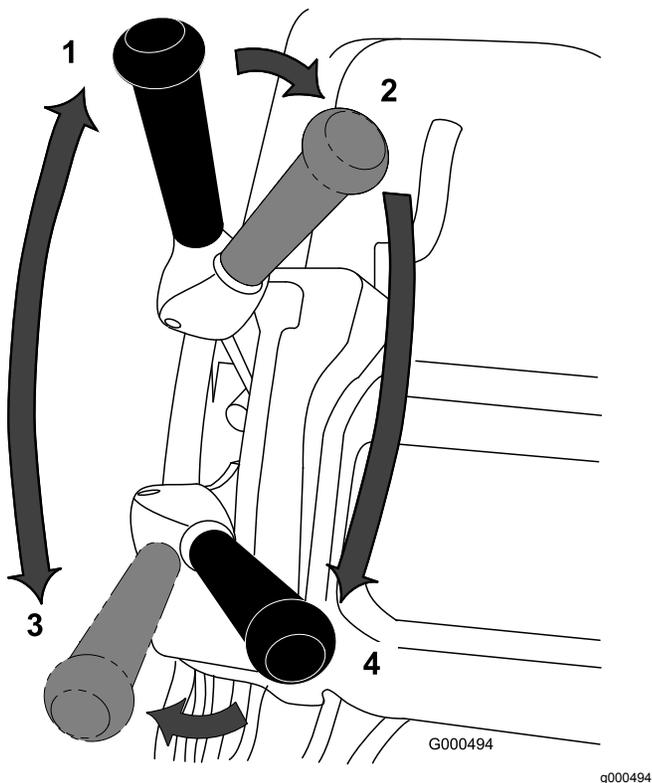

図 32
1. エンジンを始動、スロットルを下げ、ハンドルを押し下げてカッティングユニットを上げ、オペレータコントロールを握り、走行レバーとリール駆動レバーを前進走行にセットして、グリーンのカラー縁に入る(図 32)。
2. レバーをニュートラル位置にする(図 32)。
3. 走行レバーをニュートラルにし、リールレバーを切位置にする 図 32。
4. 走行レバーを — 前進、リール駆動 — 入 位置 図 32 にして、スロットルで希望する走行速度に調整し、グリーンに入ったらカッティングユニットを降ろして刈り込みを開始する。